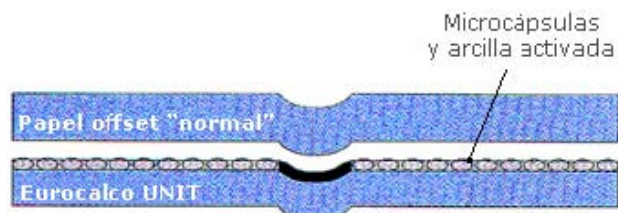

Fig. 11: Utilización del Eurocalco UNIT con un papel offset normal (sin estucar).
- **Estucado UNIT.** Es nuestro nombre comercial para el "autocopiativo autocontenido". Se trata de un producto que presenta por la cara superior las dos capas de estuco, es decir, la transmisora CB y la receptora CF. Esto permite que sea utilizado como **tercera hoja** con una primera hoja de papel normal, es decir, sin ningún tratamiento de estucado (fig. 11).